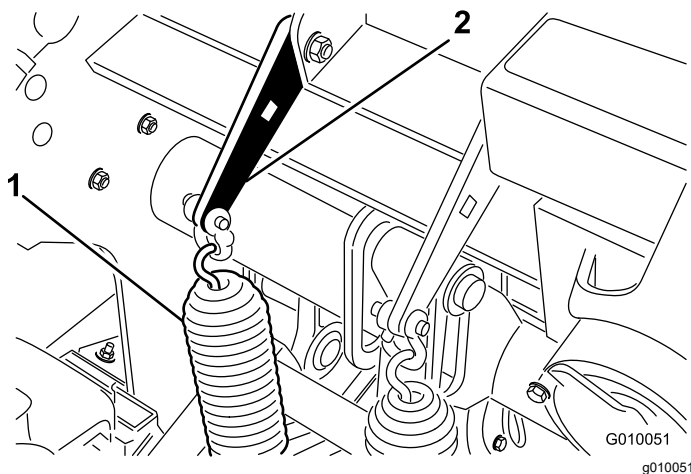

图 29
- 松开将弹簧支架固定到打孔头上的机架螺栓和螺母 图 29。不要卸掉螺栓和螺母。